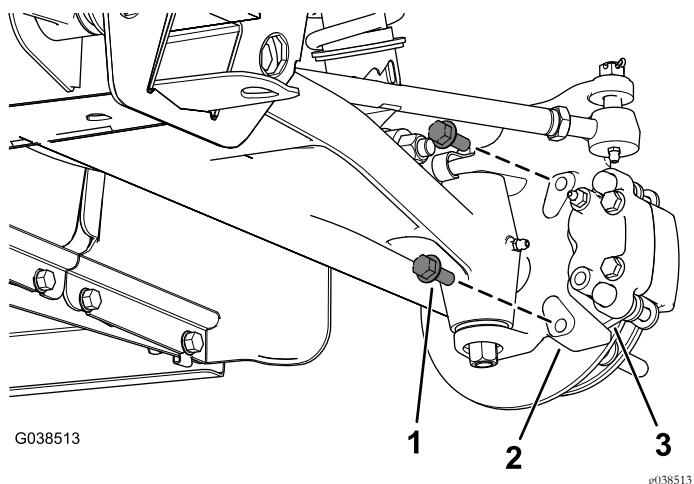

Figura 4
4. Retire los pernos con arandela prensada (3/8" x 1") que sujetan el soporte del conjunto de pinza de freno a la mangueta, y separe el conjunto de pinza de freno de la mangueta (Figura 4).
9. Instale el conjunto de pinza de freno nuevo en la mangueta usando 2 pernos con arandela prensada (3/8" x 1"), según se muestra en Figura 4.